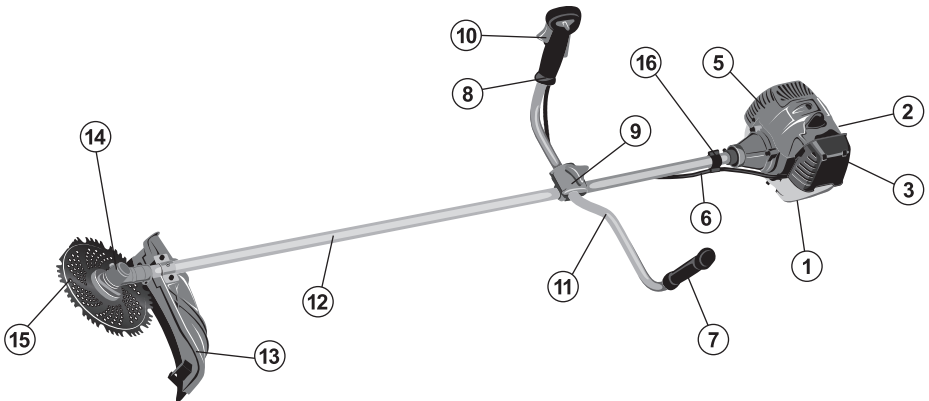
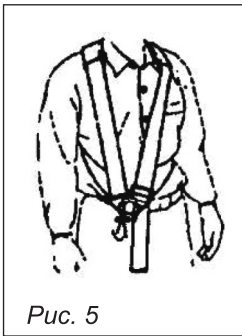

Рис.2. Расположение основных элементов бензотриммера:
Рис. 5
Основные элементы и части бензотриммера представлены на *рис. 2*.
Ремень крепится к штанге с помощью держателя (16) (рис.2). Согласно рис.5 наденьте ремень на шею и пристегните карабин за одно из отверстий в держателе (16) (см. рис.2).